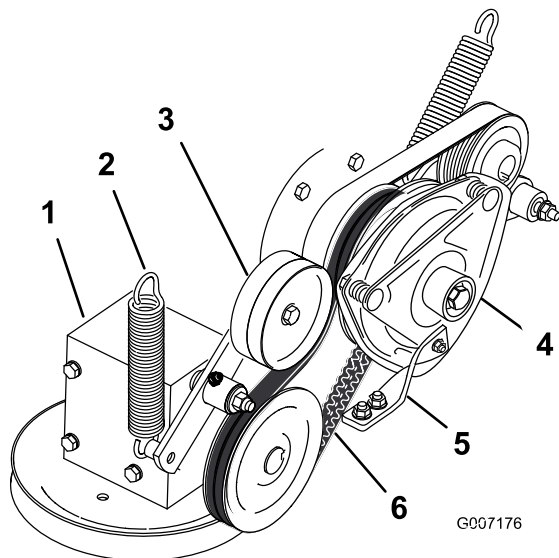

Figura 70
4. Togliete la molla di tensione dal braccio di rinvio (Figura 70).
7. Montate la cinghia di trasmissione della PDF attorno alla puleggia della frizione ed alla puleggia degli ingranaggi (Figura 70).
9. Montate la molla sul braccio di rinvio (Figura 70).